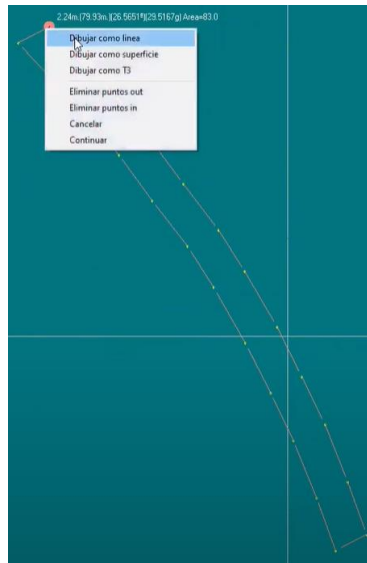

Figura 469. Dibujar línea.
35. Dar clic en orden y en secuencia de las manecillas del reloj sobre todos los vértices del primer jardín importado. Al cerrar la poligonal aparecerá un menú de opciones, seleccionar “Dibujar como línea”. Figura 469.